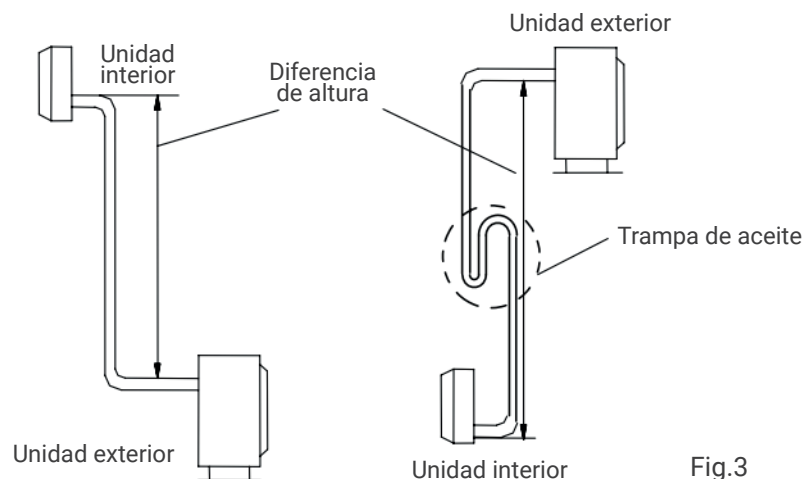

Fig.3
- Si la posición de instalación de la unidad exterior es más alta que la de la unidad interior y la tubería tiene más de 10m, agregue una trampa de aceite en la tubería de gas cada 8 m (Fig. 3)